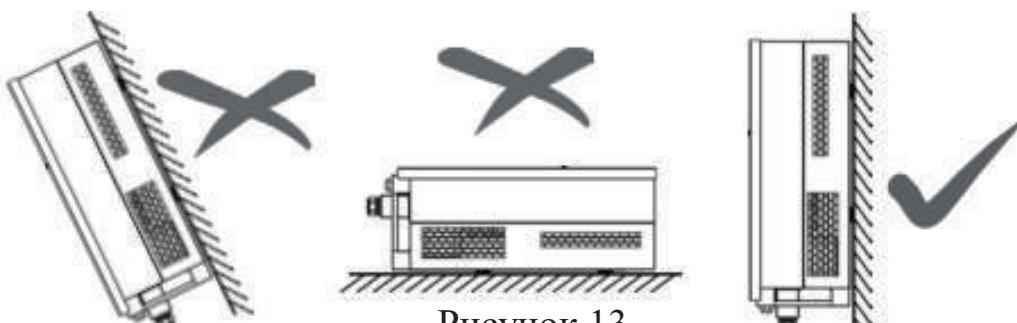

Рисунок 13
- ❖ Інвертор допускається встановлювати тільки в вертикальному положенні, при цьому кут нахилу не повинен перевищувати 15 ° (рисунок 13).